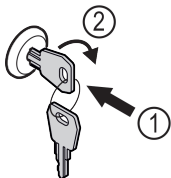

Fig. 104
- ▶ Пъхнете ключа Fig. 104 (1).
- ▶ Завъртете го на 90° по посока на часовниковата стрелка Fig. 104 (2).